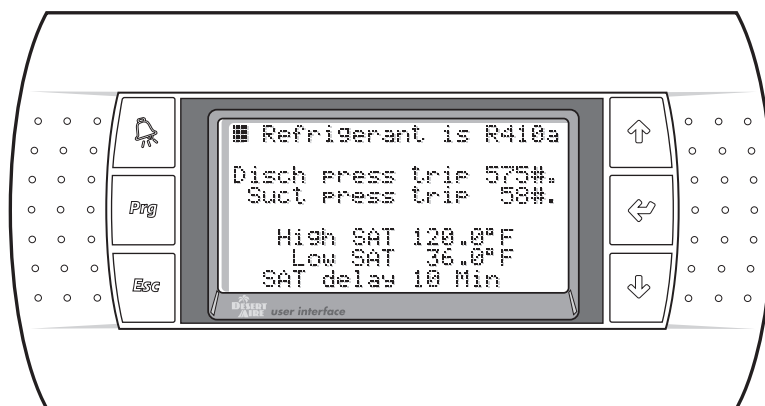

Figure 67
2.6.4. Pressure / SAT Alarms (Figure 67)